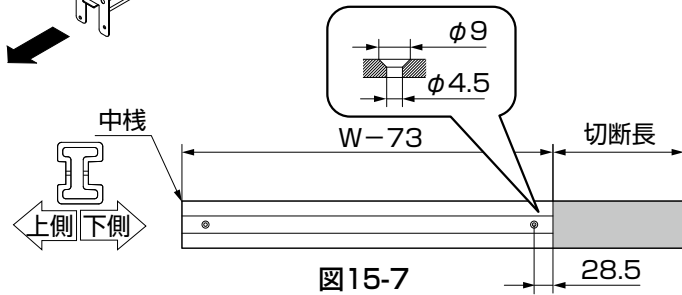

図15-7
- ④中棧を切断した側から28.5mmのところをφ4.5の下孔とφ9サラ取り加工してください。(図15-7参照)